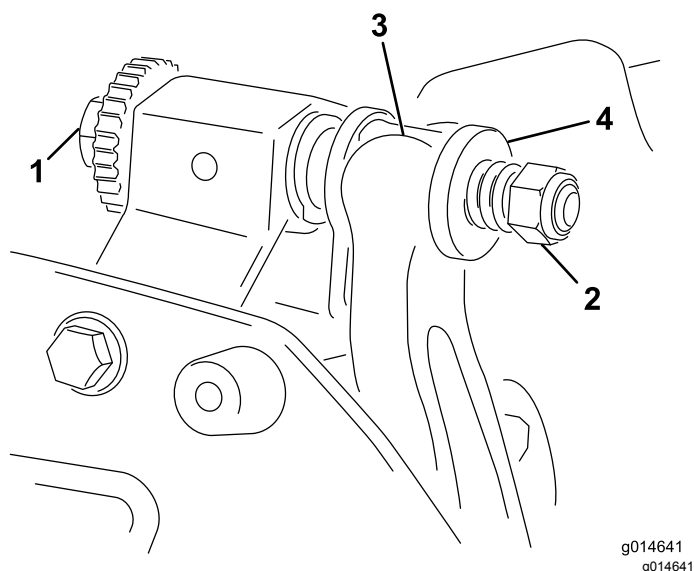

Bild 22
1. Drehen Sie die Einstellschraube des Untermesserträgers nach links, um den Abstand zwischen Untermesser und Spindel zu vergrößern (Bild 22).
2. Drehen Sie die Federspannungsmutter so weit hinaus, bis die Scheibe nicht mehr gegen den Untermesserträger angespannt ist (Bild 22).